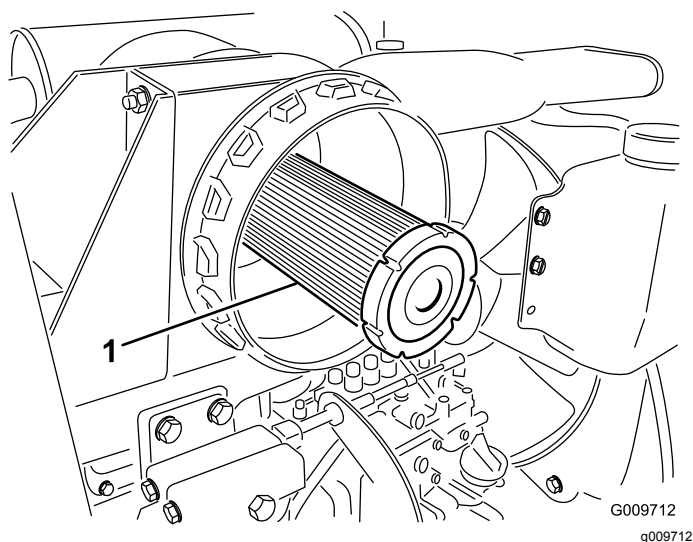

Figura 80
**Importante:** Nunca tente limpar o filtro de segurança (Figura 80). Substitua o filtro de segurança após três operações de manutenção do filtro primário.